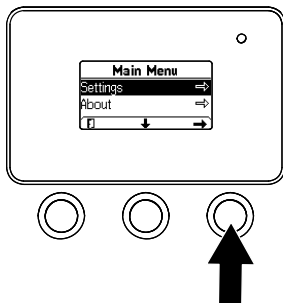

Figure 24
1. Dans le MENU PRINCIPAL, appuyez sur le bouton central pour naviguer jusqu'au menu RÉGLAGES, puis appuyez sur le bouton droit (Figure 24).